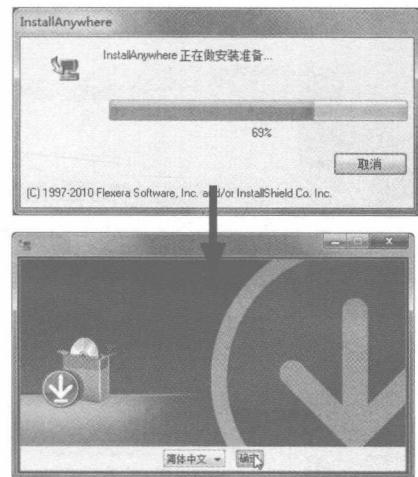

图 1-2
**02** 单击初始安装界面上的 Install License Manager 按钮，打开语言选择对话框，如图 1-2 所示。